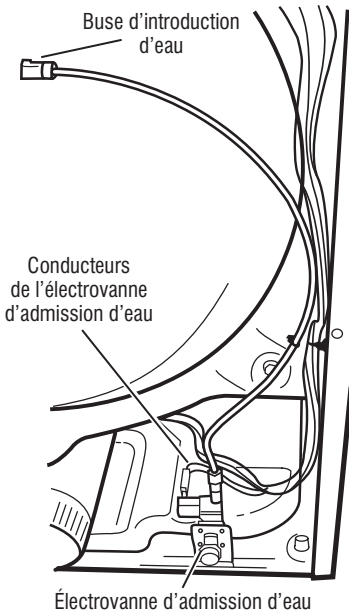

Figure 13 - Composants du système d'eau.
Activer le test des charges (voir page 35). Exécuter le test de diagnostic "Code ID de la console, moteur, élément chauffant et électrovanne d'admission d'eau." Contrôler l'introduction d'eau dans le tambour. Voir figure 13.
- Vérifier que les conducteurs et le tuyau d'alimentation sont connectés sur l'électrovanne d'admission d'eau (voir figure 13).